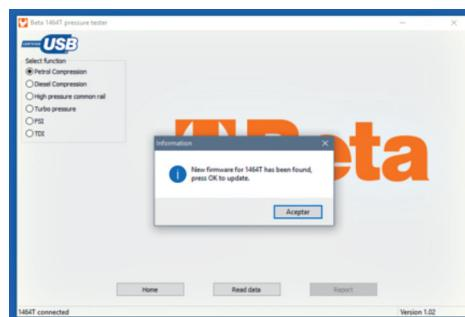

Fig. 4
- Una vez detectado el tester, el PC comprueba que en el servidor Beta haya un nuevo firmware y avisa al usuario. Vea fig. 4.